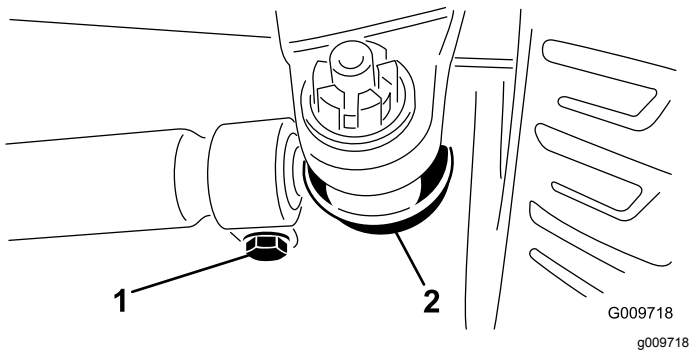

Bild 88
3. Entfernen Sie den Splint und die Mutter von einem der Spurstangen-Kugelgelenke (Bild 88). Entfernen Sie das Spurstangen-Kugelgelenk vom Achsständer.
4. Lockern Sie die Klemmen an beiden Enden der Spurstangen (Bild 88).